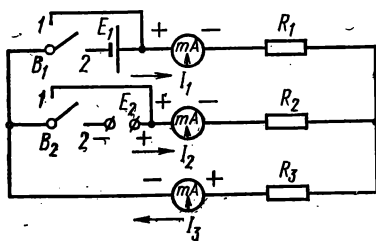

Рис. 2.23
На схеме (рис. 2.23) полярность включения приборов соответствует выбранному направлению реальных токов, поэтому все стрелки должны отклоняться вправо, если
7. В каком положении должны быть переключатели $B1$ и $B2$ в схеме рис. 2.23, чтобы в цепи установился ток под действием только первого источника? Только второго источника?
10. Как проверить правильность расчета или измерения силы токов в схеме рис. 2.23?
2. Собрать цепь (см. рис. 2.23) и показать ее преподавателю для проверки.